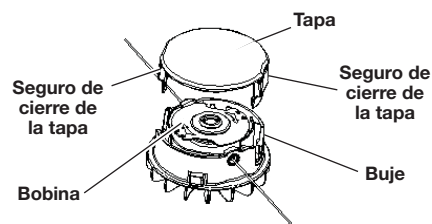

Fig. 15
- Oprima y no suelte los dos seguros de cierre de la tapa (Fig. 15).